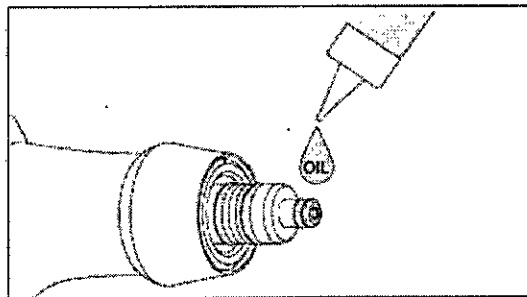

Fig.14
1) Seque el anillo "O" del depósito de polvo y acondiciónelo bien aplicando una pequeña gotita de aceite con el aceite del goterito accesorio y distribúyalo con el dedo adecuadamente en toda su extensión. (Fig. 14)